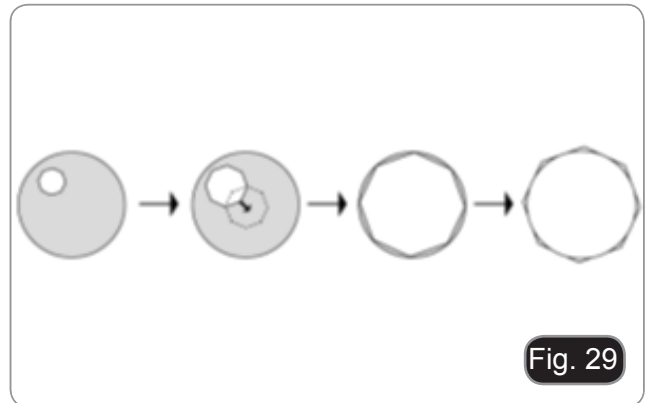

Fig. 29
4. Öffnen Sie die Membran schrittweise, indem Sie den Hebel ① einsetzen. Die Membran ist zentriert, wenn das Membranbild symmetrisch zum Sichtfeld ist. (Fig. 29)